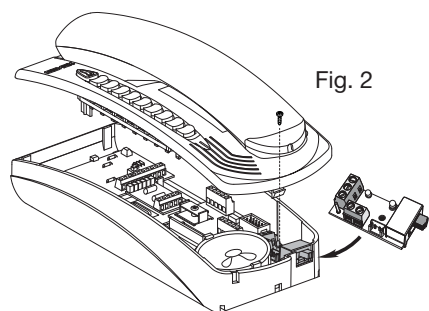

Fig. 2
- Insérer la carte à l'emplacement prévu à cet effet et la fixer avec la vis en dotation (Fig. 2).